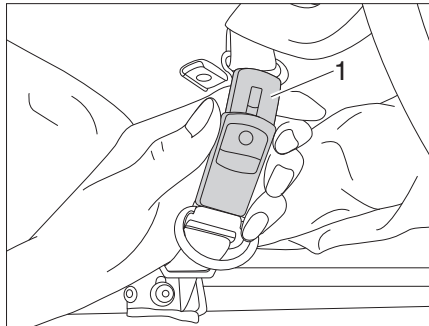

Bild 45 Sicherungsgurt öffnen
- Sicherungsgurte (Bild 45,1) öffnen.
- Sicherungsgurte (Bild 45,1) schließen.